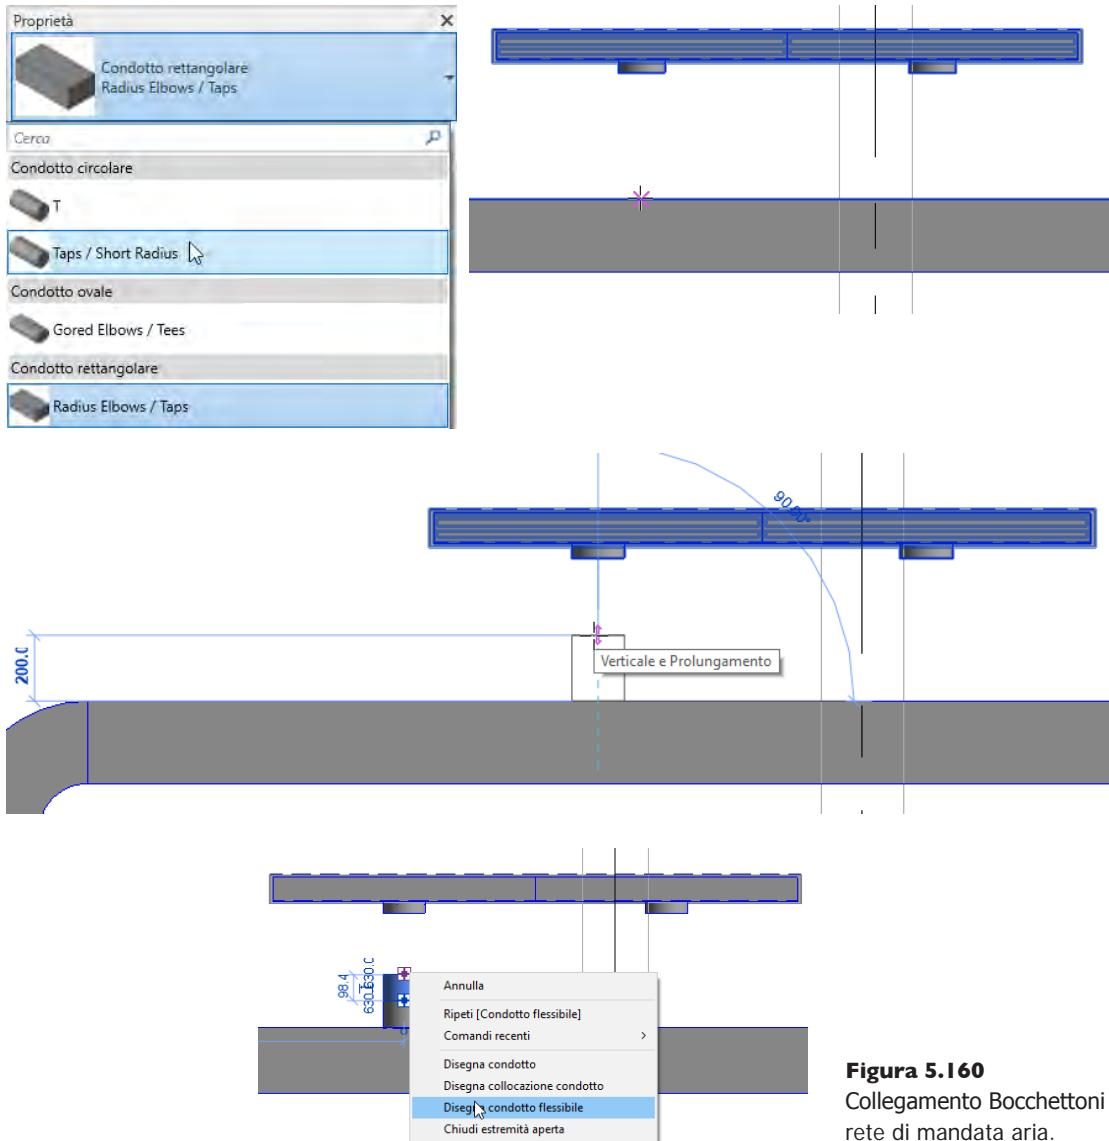

Figura 5.160
3. Per connettere la rete di mandata aria ai suoi Bocchettoni, è necessario invece creare degli stacchi circolari dalla stessa, dai quali poi si diramerà un Condotto flessibile per collegare il Bocchettone. Per fare questo, selezionate un Condotto e premete sulla tastiera il comando *Crea simile CS*. Dal Selettore dei Tipi, selezionate il Tipo di Condotto che volete utilizzare per realizzare lo stacco. In questo caso è necessario selezionare *Taps/Short Radius* (Figura 5.160 in alto a sinistra). Dalla Barra delle opzioni controllate che il valore
del *Diametro* scelto sia pari a **160mm**, e fate quindi un primo clic sul bordo del Condotto (Figura 5.160 in alto a destra), ed un secondo clic ad una distanza di **200mm** (Figura 5.160 al centro) per chiudere il comando. A questo punto, dal Condotto circolare appena modellato, provvedete, come fatto in precedenza, ad inserire un Condotto flessibile per il collegamento al Bocchettone corrispondente (Figura 5.160 in basso).